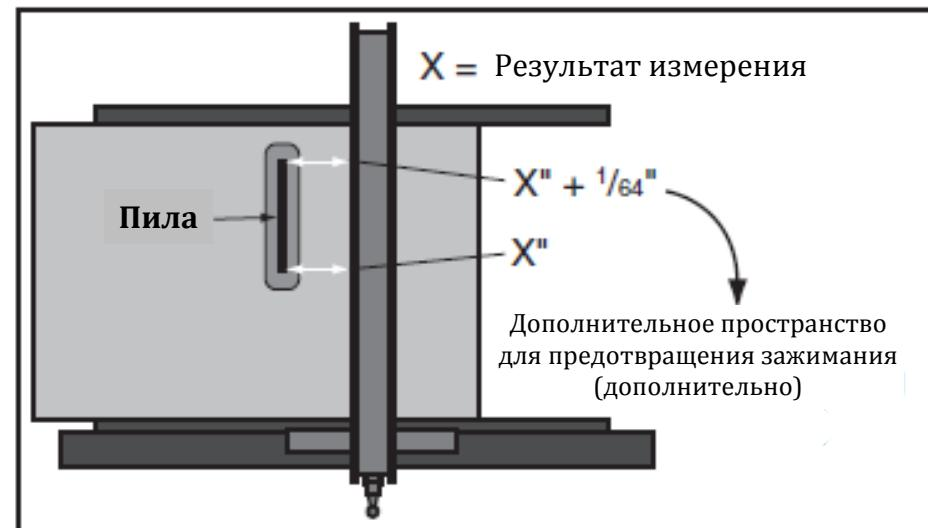

Рис. 81. Регулировка параллельного упора со смещением 0,4 мм
Некоторые деревообрабочники предпочитают смешать заднюю часть параллельного упора на 0,4 мм от диска пилы, как показано на рис. 81, для предотвращения зажимания и подгорания заготовки.
4. Измерить расстояние между зубом и плоскостью параллельного упора, как показано на рис. 81.